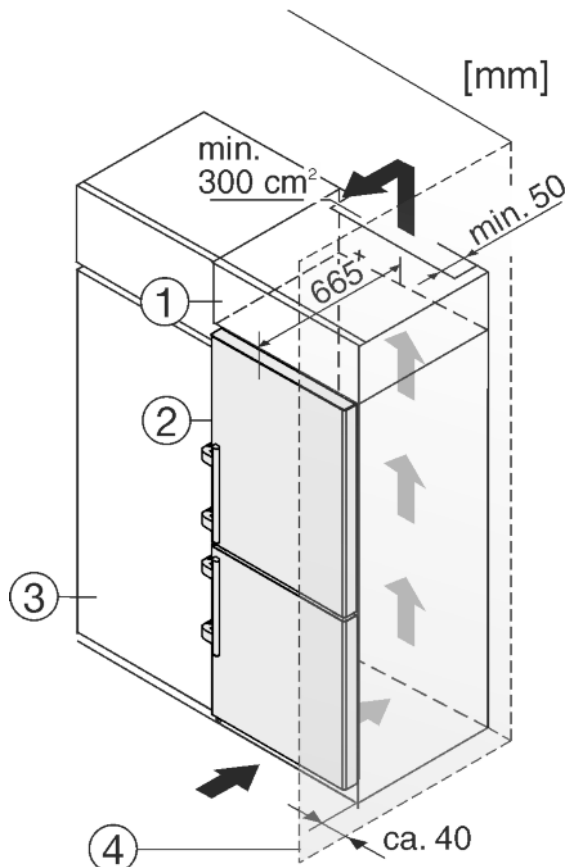

Fig. 42
Het apparaat *Fig. 42 (2)* kan worden ingebouwd in de keuken. Om het apparaat aan de hoogte van het keukenblok aan te passen, kunt u er een passende opbouwkast *Fig. 42 (1)* op plaatsen.
Bij de ombouw met keukenkasten kan het apparaat direct naast de keukenkast *Fig. 42 (3)* worden opgesteld. Om de deur volledig te kunnen openen, moet het apparaat minimaal 65 mm* t.o.v. het keukenkastfront staan. Afhankelijk van de diepte van de keukenkast en het gebruik van de wandafstandhouders kan het apparaat verder uitsteken.
Plaast u het apparaat met de scharnierkant naast een muur *Fig. 42 (4)*, dan moet de afstand tussen apparaat en muur minstens 40 mm bedragen. Dit in verband met het uitsteken van de deurgreep bij een geopende deur.